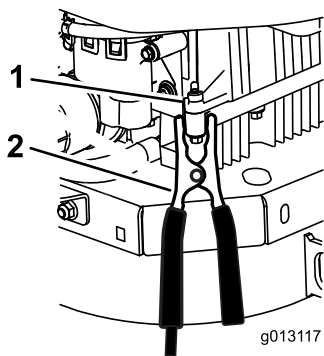

図 50
6. 最後の接続を、救援される側のエンジンブロックに行うバッテリーのマイナス端子ではなく、この状態で、バッテリーからはなれる図 50。